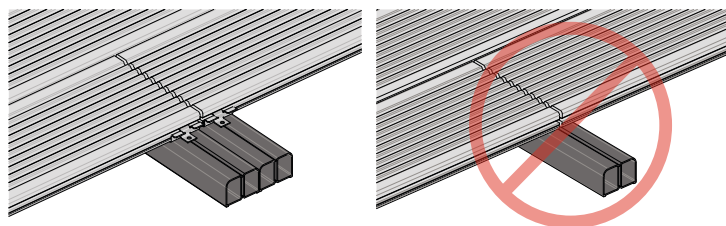

Рисунок 2
- В местах стыковки досок по длине использовать на каждое окончание доски собственную клемму и опирать доску на собственную лагу. **(Рис.2)**
- b. Отсутствие двойной лаги в местах стыковки доски по длине (Рис.2).